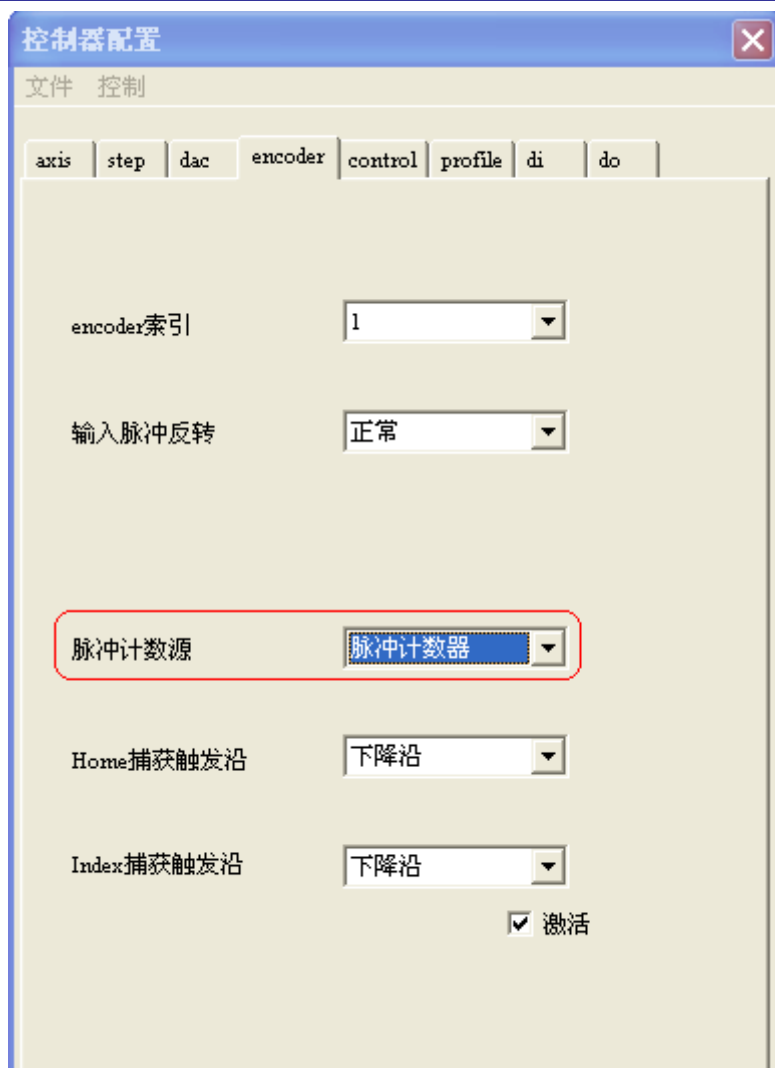

图 4-23 开环配置示例之 encoder 配置界面
- (10) 选择 **encoder**（选项用来配置脉冲计数源、Home 捕获以及 Index 捕获边沿），配置成如图 4-23 所示。